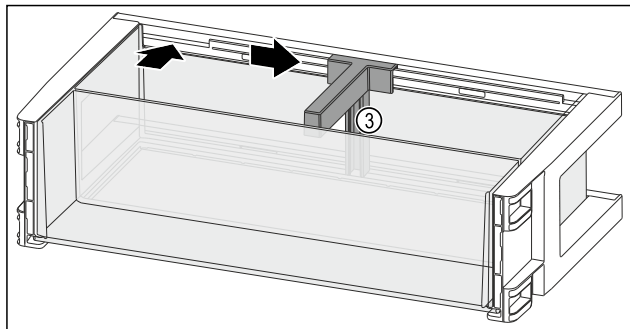

Fig. 120
- Włożyć uchwyt butelek Fig. 120 (3) do zagłębienia.
- Przesunąć uchwyt butelek Fig. 120 (3) na wybraną pozycję na bok.